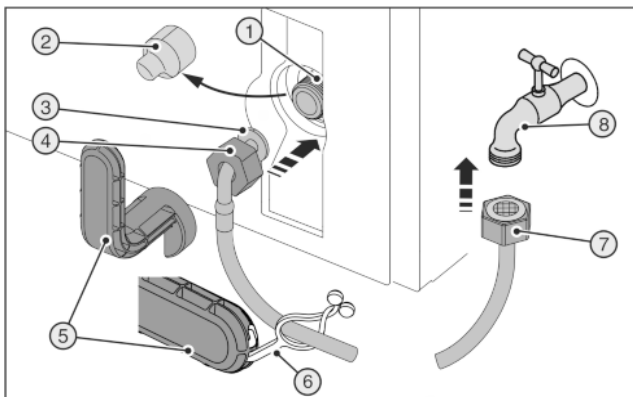
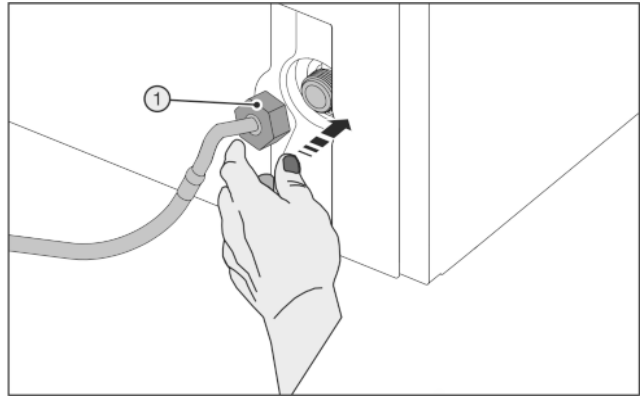

Fig. 28
Fig. 29
Сломанный вспомогательный инструмент Fig. 28 (5)! Резанные раны.
- ▶ Вспомогательный инструмент Fig. 28 (5) использовать только при комнатной температуре.
- ▶ Снять крышку Fig. 28 (2).
- ▶ Облегченный монтаж: Выложить прямой конец шланга Fig. 28 (7) влево на землю.
- ▶ До конца сдвинуть гайку Fig. 28 (4) через конец шланга в виде угла Fig. 28 (3) и удерживать.
- ▶ Осторожно одеть гайку Fig. 29 (1) и накрутить на резьбу двумя пальцами до обеспечения надежной посадки.
- ▶ Затяните гайку Fig. 29 (1) с помощью вспомогательного инструмента Fig. 28 (5) по часовой стрелке, пока не будет достигнут максимальный момент затяжки и вспомогательный инструмент Fig. 28 (5) начнет прокручиваться.
- ▶ Навинтить гайку Fig. 28 (7) на запорный кран Fig. 28 (8).
- ▶ Затяните гайку Fig. 28 (7) с помощью вспомогательного инструмента Fig. 28 (5) по часовой стрелке, пока не будет достигнут максимальный момент затяжки и вспомогательный инструмент Fig. 28 (5) начнет прокручиваться.
- ▶ Откройте запорный кран Fig. 28 (8) системы подвода воды и проверьте герметичность всей водяной системы.
- ▶ Зацепить накладку Fig. 28 (6) в вспомогательном инструменте Fig. 28 (5) и для хранения закрепить на шланге из высококачественной стали.